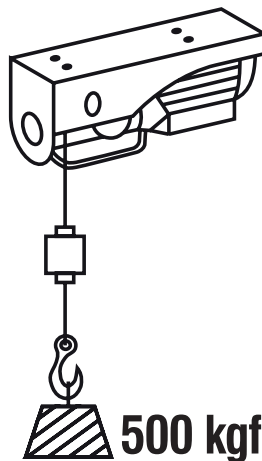

Fig. 15 – Guincho com a configuração simples
- c. Com a configuração simples, sem o gancho com a polia de inversão, a capacidade de carga máxima é de 500 kgf (Fig. 15), com elevação máxima de 12 metros de altura.